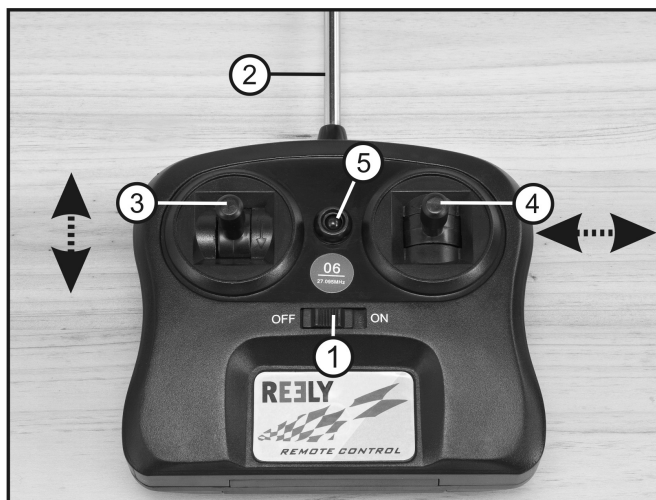

Figura 5
Controllare la funzione di marcia in avanti e all'indietro: Con la leva di comando del trasmettitore (figura 5, pos. 3) è possibile controllare la direzione del modello. Spingere la leva in avanti, entrambe le eliche devono ruotare e la barca muoversi in avanti. Spingere la leva all'indietro, entrambe le eliche devono ruotare e la barca muoversi all'indietro.
Controllare la funzione „svolta a sinistra“. La leva di azionamento resta in posizione neutrale per il test di funzionamento. Spingere la leva di comando del trasmettitore (figura 5, pos. 4) verso sinistra. Adesso ruota solo l'elica destra.
Controllare la funzione „svolta a destra“. La leva di azionamento resta in posizione neutrale per il test di funzionamento. Spingere la leva di comando del trasmettitore (figura 5, pos. 4) verso destra. Adesso ruota solo l'elica sinistra.
Spingere la leva di comando (figura 5, pos. 3) in avanti. Il modello inizia a spostarsi in avanti. Spingere la leva di comando (figura 5, pos. 3) all'indietro. Il modello inizia a spostarsi all'indietro. Spostando la leva del telecomando (Figura 5, pos. 4) a sinistra o a destra, il modello eseguirà una curva corrispondente.